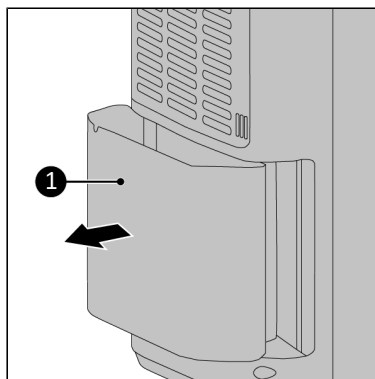

Figura 54.
1. Posizionare entrambe le mani ai lati del serbatoio dell'acqua (Figura 54, pos. 1).
2. Tirare delicatamente il serbatoio dell'acqua (Figura 54, pos. 1) fuori dal dispositivo.